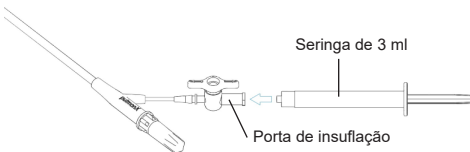

Figura 2: ligação à porta de insuflação do balão
5. Encaixe a seringa de 3 ml na porta de insuflação do balão da torneira de uma via presente na pega do cateter de precisão XL Chartis. Observe a figura 2 abaixo.